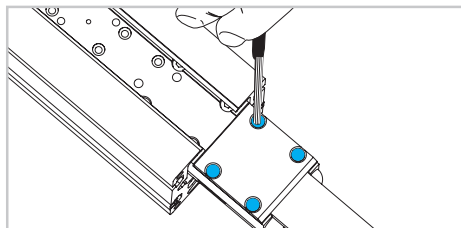

Fig. 13
- 13) Muovere la parte interna del carro all'estremità del profilo, rimuovere le viti di serraggio della cinghia e quindi la cinghia stessa (Fig. 13).
- 16) Muovere il carro interno all'estremità del profilo e rimuovere le viti di fissaggio della cinghia (Fig. 13).